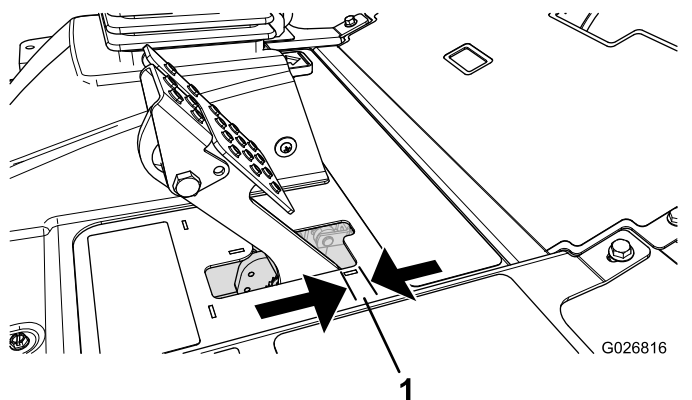

Figure 88
Réglez les freins si la garde à la pédale de frein est supérieure à 2,5 cm (Figure 88) ou si la force de maintien offerte est insuffisante. La garde est la distance parcourue par la pédale de frein avant que le freinage soit ressenti.
2. Serrez l'écrou arrière afin de pouvoir déplacer le câble en arrière jusqu'à obtention d'une garde de 6,3 à 12,7 mm (Figure 88), avant le blocage des roues.